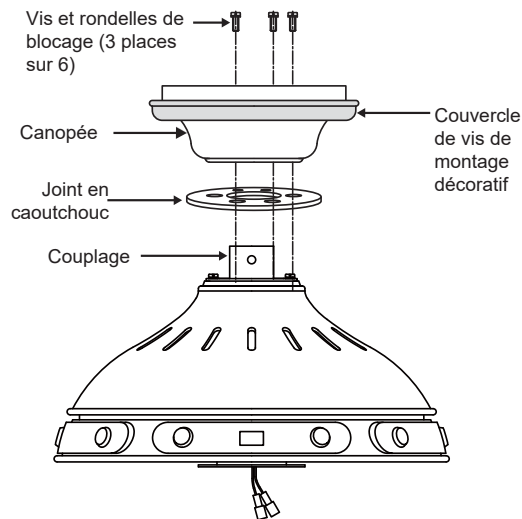

Fig. 9
Étape 1. Retirez trois des six vis et rondelles de blocage (toutes les deux) du collier situé au-dessus de l'ensemble moteur. Placez le capot du ventilateur de plafond et le joint en caoutchouc sur le collier et alignez les trous de montage avec ceux du collier. Fixez le baldaquin et le joint en caoutchouc à l'aide des trois vis et rondelles de blocage préalablement retirées. (Fig. 9)